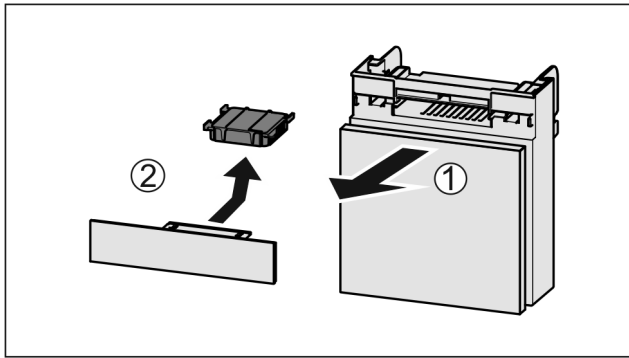

Fig. 44
- ▶ Издърпайте Fig. 44 (1) напред от отделението.
- ▶ Извадете Fig. 44 (2) филтъра с активен въглен.